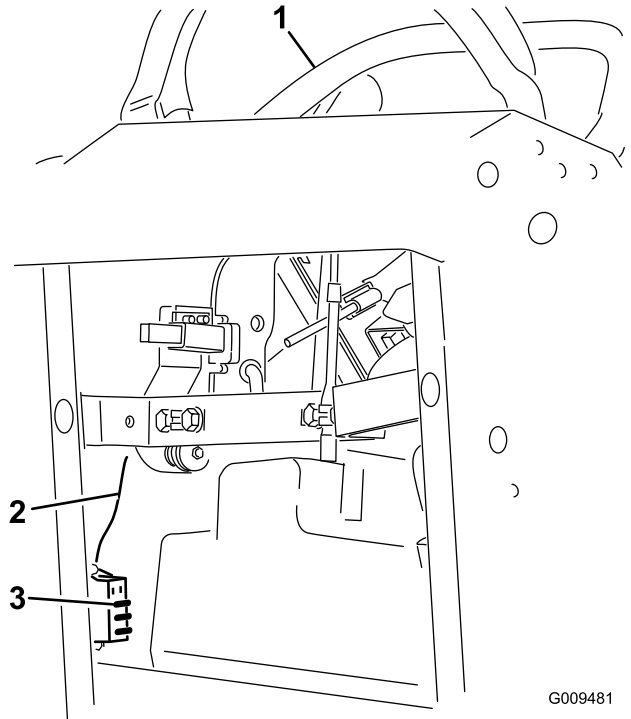

Figura 52
2. Tire hacia fuera del fusible para retirarlo o cambiarlo (Figura 52).
**Nota:** Asegúrese de instalar un fusible del tamaño correcto con el cable del color correcto, según se muestra en Figura 52.